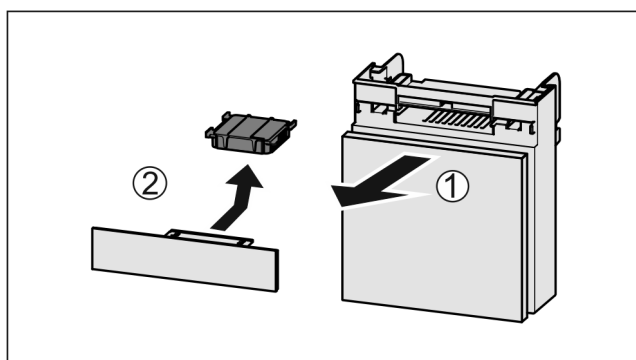

Fig. 128
- ▶ Wyciągnąć Fig. 128 (1) komorę do przodu.
- ▶ Wyjąć Fig. 128 (2) filtr z węglem aktywowanym.